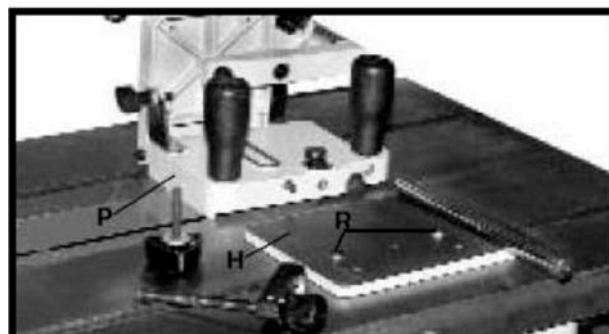

Рисунок 8
8. Приподнимите весь узел шипорезного устройства (P) Рис. 8, с основания (H). Выкрутите два винта с полукруглой головкой и плоскими шайбами (R) из основания.